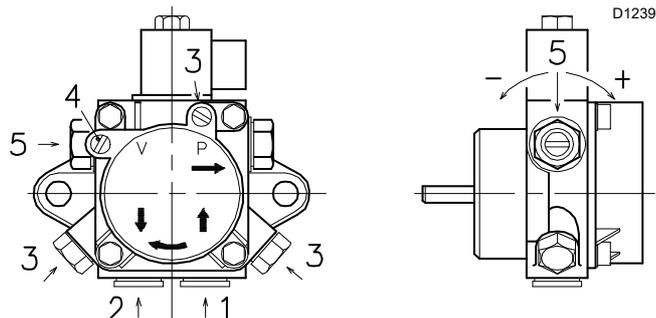

Fig. 21
Leyenda (Fig. 21)
- Para que la bomba pueda autocebarse, es indispensable aflojar uno de los tornillos 3) (Fig. 21) de la bomba para purgar el aire que pueda haber en el tubo de aspiración.